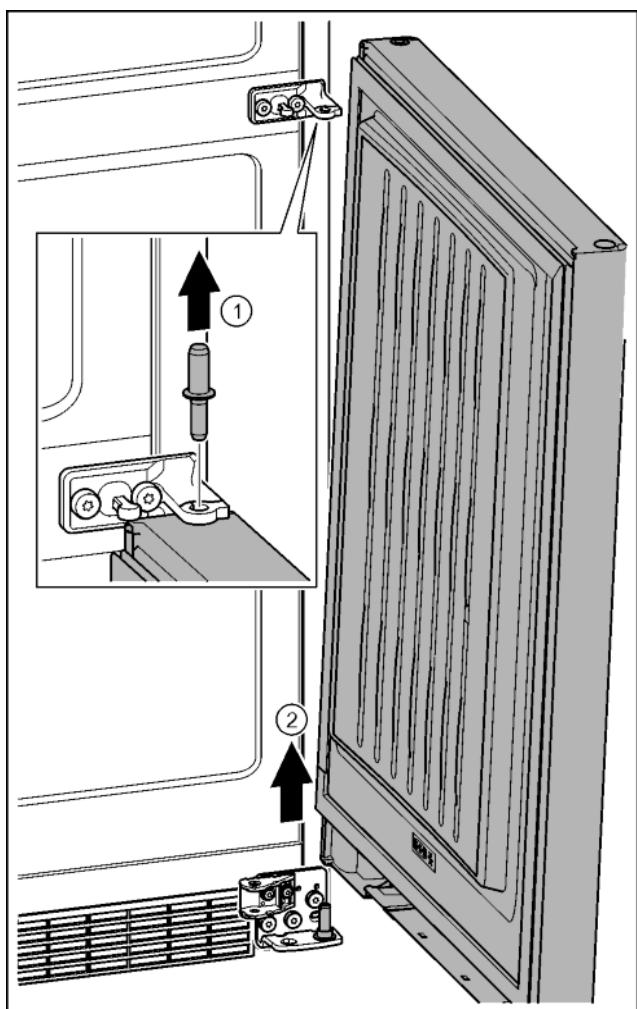

Fig. 21
- Извлечь пальцы движением вверх. Fig. 21 (1)
- Отклонить дверь, приподнять вверх и отставить в сторону. Fig. 21 (2)